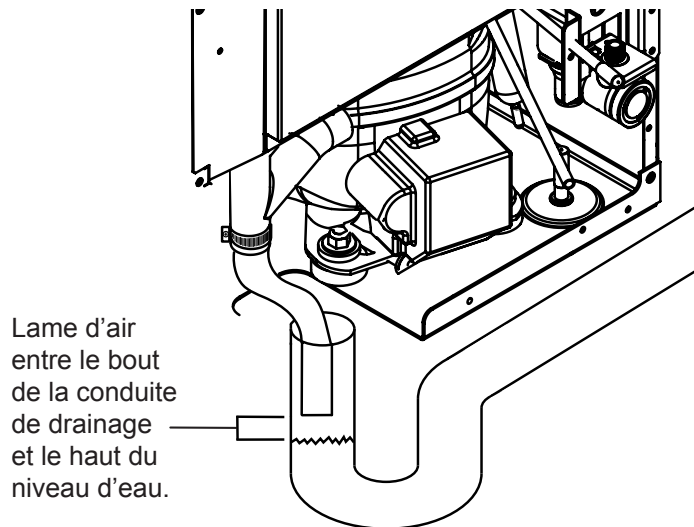

Figure 13: Exemple de drain ouvert.
- b. Votre conduite de vidange aboutit bien dans un drain ouvert (Figure 13).